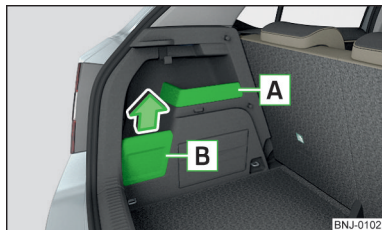

Fig. 111
- Dacă este posibil, așezați bagajul agățat de cârlig în compartimentul de depozitare » fig. 111 la pagina 87 - în caz contrar există pericolul deteriorării capacului compartimentului de depozitare.
- Dacă în cârlig se agață un bagaj cu o greutate mai mare de 2,5 kg, vă recomandăm să detașați capacul compartimentului de depozitare » fig. 111 la pagina 87, în caz contrar există pericolul deteriorării capacului compartimentului de depozitare.
Compartimentul de depozitare încorporat **A** » fig. 111 este adecvat depozitării obiectelor mici cu o greutate totală de până la 1,5 kg.